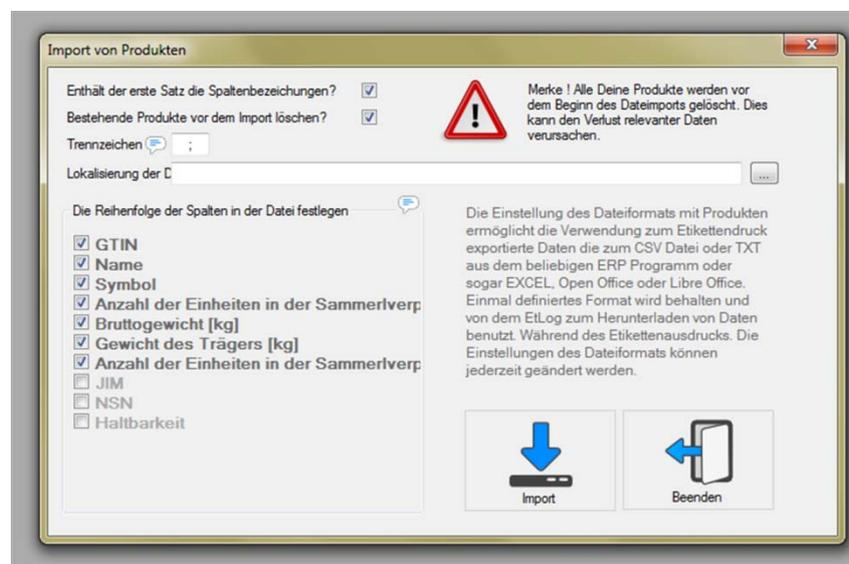

Abb. 12 Fenster des Produktimports.
Das Programm EtLog ermöglicht den Import von Dateien (Abb. 12) mit Beschreibungen der Produkte, die in den Formaten CSV oder TXT vorbereitet werden.
SCHRITT 3. Es wird die Reihenfolge der Spalten in der Datei bestimmt. Das Programm ermöglicht die Bestimmung der Reihenfolge der Übertragung der Daten aus den Spalten, die sich in der zu importierenden Datei befinden. Man muss die richtigen Einstellungen dieses Parameters besonders beachten, es wirkt sich auf die Richtigkeit der Daten in der Produkt-Datenbank der Anwendungssoftware aus. Um die Spalten der Daten, die in das System importiert werden sollen, zu markieren, ist ein entsprechendes Feld auf dem Etikett, das für die ausgewählte Art der Daten steht, zu markieren (siehe Abb. 12).